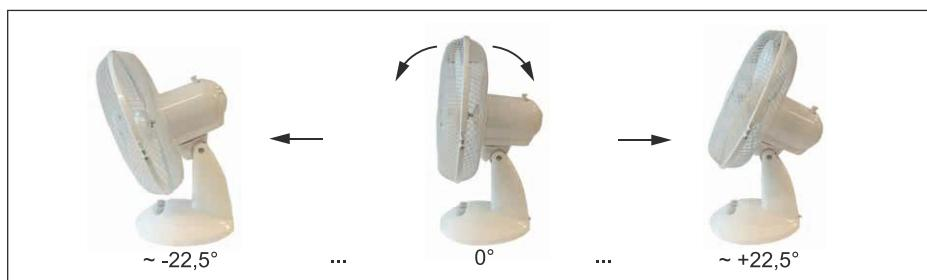

Fig.67: Hellingshoek instellen
- Kantel de ventilator in de gewenste positie van waaruit moet worden geventileerd. Zie afb. 67.